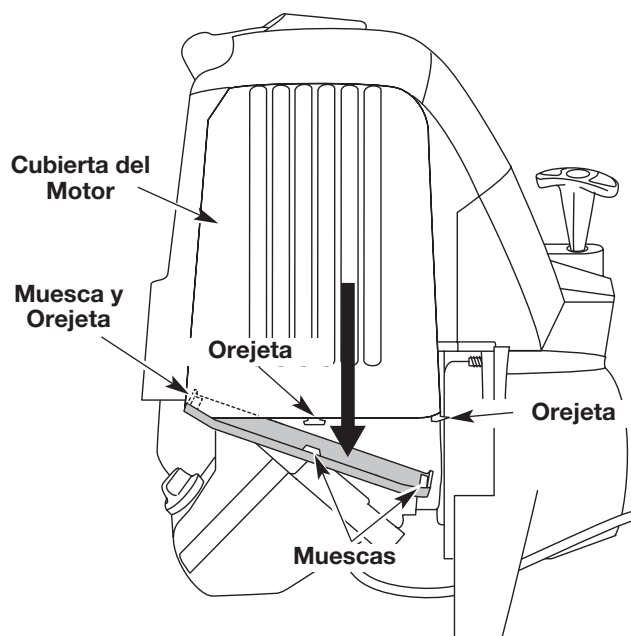

Fig. 50
1. Retire la cubierta del silenciador presionando la esquina con un destornillador de vástago plano (Fig. 50). Deslice las muescas a los lados de la cubierta del silenciador sobre las orejetas de la cubierta del motor y retire.
13. Vuelva a colocar la cubierta del silenciador. Deslice las muescas a los lados de la cubierta del silenciador sobre las orejetas de la cubierta del motor y enganche en su lugar (Fig. 50).